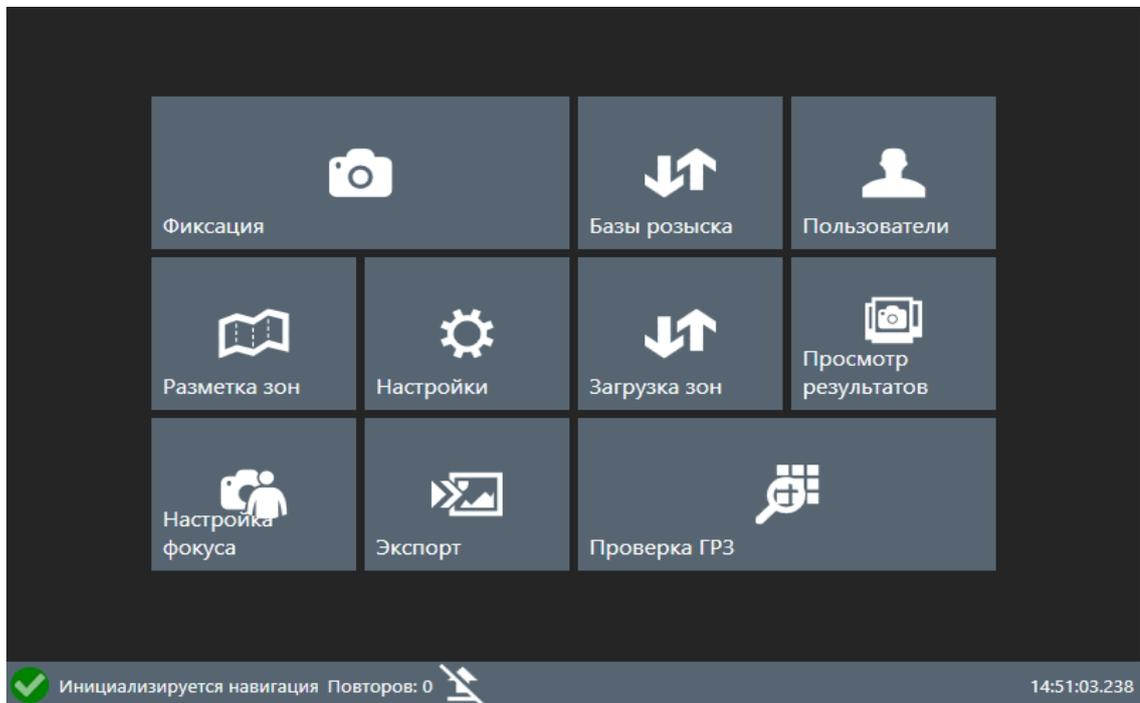

Рис. 8 Главное меню
6.1.1 Для получения доступа к параметрам камер на комплексах «Дозор-М3» необходимо нажать на кнопку «Настройки», находящуюся в правом верхнем углу рабочей области соответствующей камеры (рис.9) в режиме «Фиксация», либо войти в основное меню (рис.8). Для каждого канала в меню настроек присутствует две вкладки – одна для камеры, вторая для модуля распознавания.
Выбор режимов работы с комплексом осуществляется через основное меню программы, которое содержит следующие разделы (рис.8):